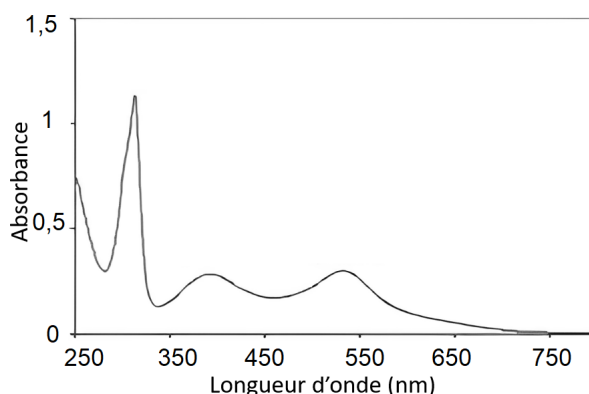

FIGURE 2 – Spectre d'absorption du colorant A, mesuré pour une concentration $c_1 = 2,7 \times 10^{-4} \text{ mol}\cdot\text{L}^{-1}$.
Le spectre d'absorption du colorant A est reporté en Figure 2.
- Q5.** À partir de la Figure 2, donner une estimation de la valeur de la constante k dans le cas du colorant A, à la longueur d'onde $\lambda_{\max, \text{vis}}$, en précisant l'unité de cette constante.